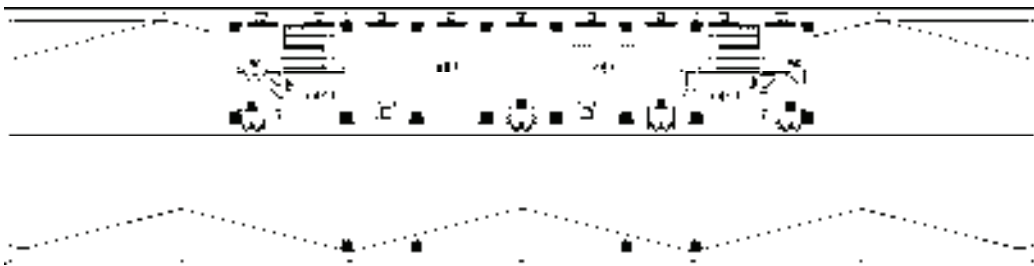

图 15-93 添加单行文字标注
3) 在“单行文字”对话框中修改文字参数，点取插入点，即可完成单行文字的标注操作，结果如图 15-93 所示。